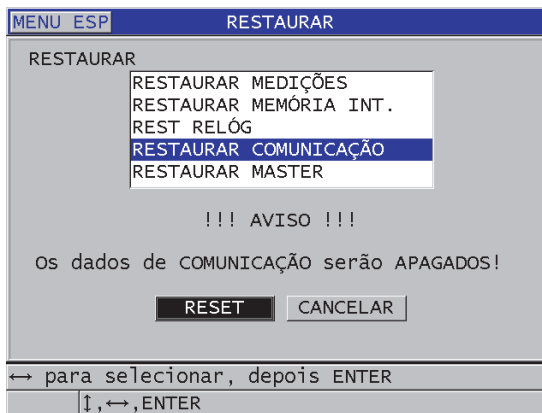

Figura 14-10 Selecionar **RESTAURAR COMUNICAÇÃO**
3. Na tela **RESTAURAR** (veja Figura 14-10 na página 279).